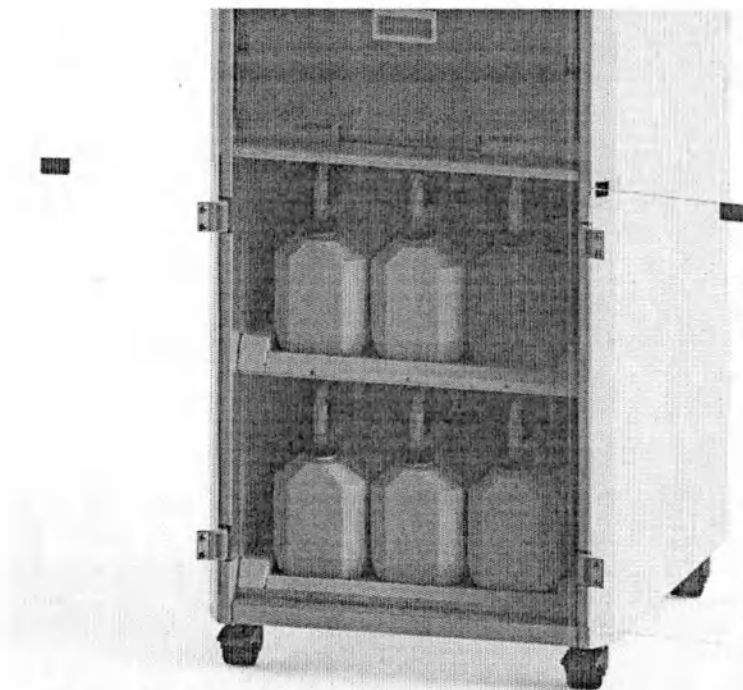

Рисунок 3.6 – Отсек для реагентов
3.3.3 Отсек для реагентов (Рисунок 3.6) содержит 12 станций, где для каждой станции установлена 1 емкость для реагентов: 10 станций для выполнения проводки (емкости 1 – 10), 2 станции для выполнения очистки реторты (емкости 15 и 16). Объем емкости для реагентов – 3 л.